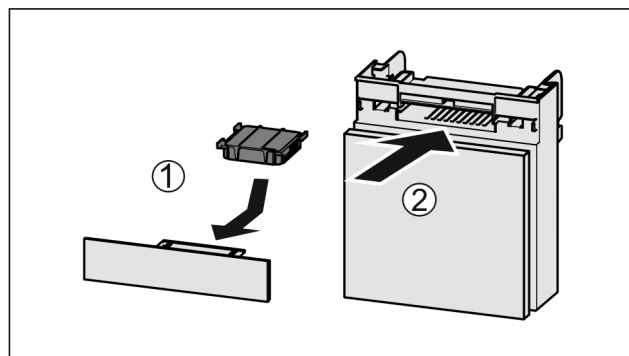

Fig. 160
- ▶ Установите фильтр с активированным углем, как показано на рисунке Fig. 160 (1).
- ▶ Вставьте отделение Fig. 160 (2).